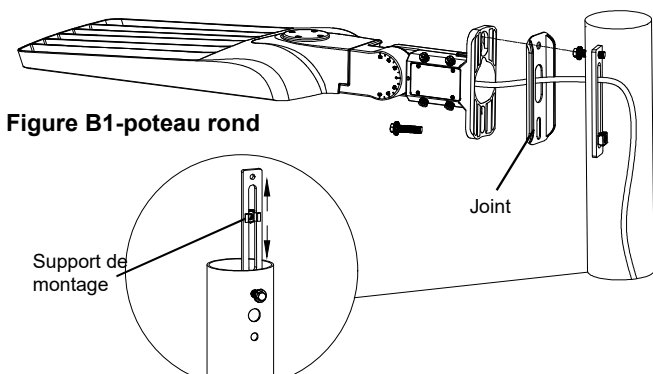

Figure B1-poteau rond
- Placez le support de montage à l'intérieur du poteau rond, insérez un boulon de 3/8 po à travers le trou supérieur du joint et le trou supérieur du poteau et vissez-le dans le trou supérieur du support de montage. Consultez la figure B1.